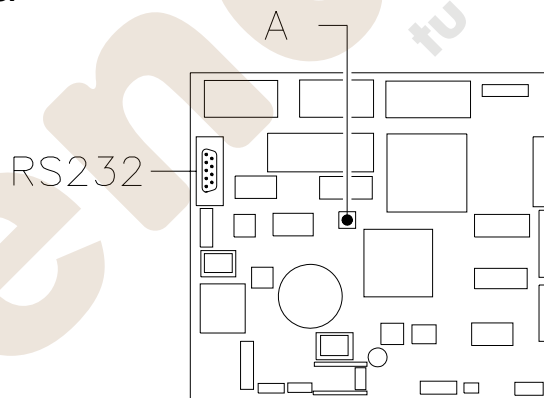

FIG. 5
- Si en la pantalla aparece "MEMORY CLEARED" apretar el pulsador situado en la tarjeta principal dentro de la caja recaudadora (véase FIG. 5) para inicializar la memoria. En la pantalla aparece el mensaje "PUERTA ABIERTA DISTRIBUIDOR EN MANTENIMIENTO". El distribuidor automático empezará automáticamente un autotest. Si no se identifica ningún error la columna se desplazará a la posición de inicio y la máquina estará lista para el uso.
Apretando el pulsador Ref. A FIG. 5 situado en el circuito impreso electrónico principal en el interior de la caja recaudadora FIG. 2 Ref. 1, la memoria se restablece automáticamente con los valores preestablecidos descritos en la sección dedicada a las instrucciones. Luego la máquina restablecerá automáticamente su memoria activando una serie de tests, al final de los cuales, si todo está en orden, entrará en funcionamiento. En caso contrario, el distribuidor quedará bloqueado y en el visualizador aparecerá el número del test que corresponde a la parte en la se ha verificado el problema de funcionamiento. Véase el párrafo **BÚSQUEDA AVERÍAS**.
Abrir la portezuela de la caja recaudadora y mantener apretado el pulsador de modo Ref. A FIG. 5 por 2 segundos aprox., hasta que en la segunda línea del visualizador del distribuidor aparezca escrito "**Mando 00**" y el zumbador produzca un sonido prolongado. La primera línea del visualizador indica que el distribuidor se encuentra en el "**modo programación**". Este nivel del menú permite el acceso sólo a los mandos que sirven para modificar el precio y para visualizar la venta por precio (mandos 03-04-05-06).